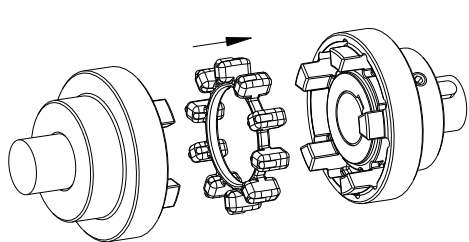

Bild 19.1: Montage des Elastomerringes
- Setzen Sie den Elastomerring bzw. die DZ Einzelelastomere in die Nockenpartie der an- oder abtriebsseitigen Nabe ein (siehe Bild 19.1 und 19.2).